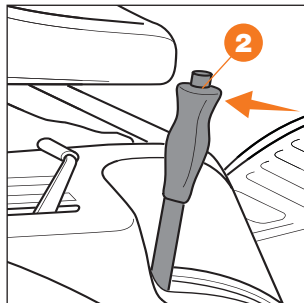

Рис. 29
- Переведите рычаг ❷ регулировки высоты скашивания в требуемое положение (Рис. 29).